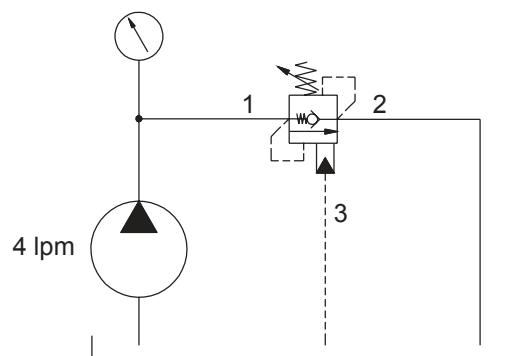

Fig.3
La **pressione di taratura standard (Pt)** delle valvole di bilanciamento corrisponde alla pressione rilevata sulla bocca (1) mentre la valvola in prova è attraversata da una portata di 4 l/min. (fig.3)